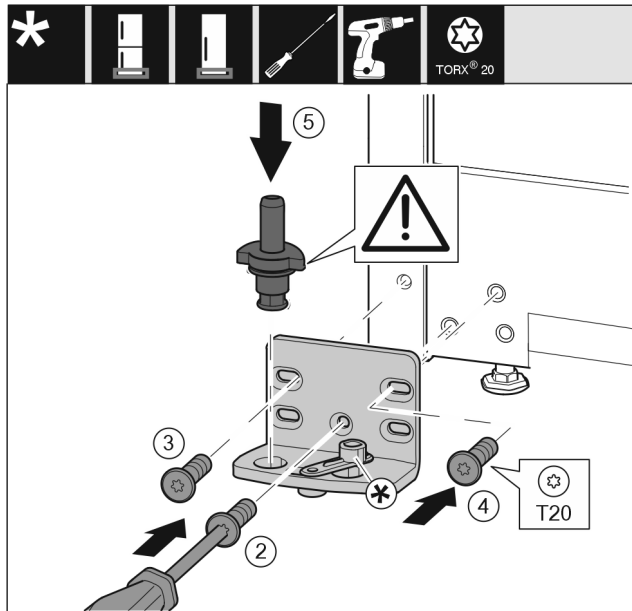

Fig. 21 *
- Lagerbock auf der anderen Seite ansetzen und mit Hilfe eines Schraubendrehers anschrauben. Mit der Schraube Fig. 21 (2) unten in der Mitte beginnen.*
- Schraube Fig. 21 (3) und Schraube Fig. 21 (4) festschrauben.*
- Lagerbolzen Fig. 21 (5) komplett einsetzen. Dabei darauf achten, dass der Rastnocken nach hinten zeigt.*
- Lagerbock auf der anderen Seite ansetzen und mit Hilfe eines Schraubendrehers anschrauben. Mit der Schraube (2) unten in der Mitte beginnen.*
- Schraube (3) und Schraube (4) festschrauben.*
- Lagerbolzen (5) komplett einsetzen. Dabei darauf achten, dass der Rastnocken nach hinten zeigt.*